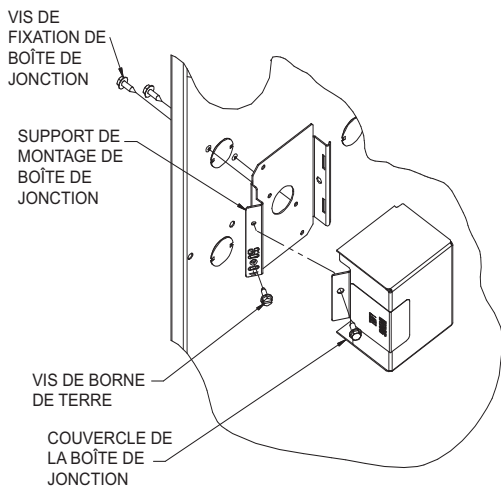

Figure 34 – Installation d'une boîte de jonction (le cas échéant)
Le couvercle de la boîte de jonction, le support de fixation et les vis se trouvent dans le sac de pièces détachées expédié avec la chaudière. Reportez-vous à la fig. 34 pour connaître les emplacements de montage de la boîte de jonction.
1. Percez deux (2) trous de 3 mm (1/8 po) dans les dépressions du caisson de la chaudière près de la découpe de 22 mm (7/8 po) sur le côté du caisson. Ne retirez pas la découpe du côté du caisson.
9. Raccordez les fils d'alimentation et neutres sur place aux fils d'alimentation électrique de la chaudière à l'intérieur du coffret électrique externe, comme illustré à la fig. 34.
1. Posez le support de fixation de la boîte de jonction à l'intérieur du caisson de chaudière. Consultez la figure 34.
- Raccordez le fil de mise à la terre sur place et le fil de mise à la terre d'origine à la vis de mise à la terre verte située sur le support de montage de la boîte de jonction, conformément à la fig. 34.
- Fixez le couvercle de la boîte de jonction de la chaudière au support de fixation à l'aide des vis fournies dans le sac de pièces détachées. Attention de ne pas pincer les fils entre le couvercle et le support de fixation. Consultez la figure 34.
- Posez le support de fixation de la boîte de jonction à l'intérieur du caisson de chaudière. Consultez la figure 34.